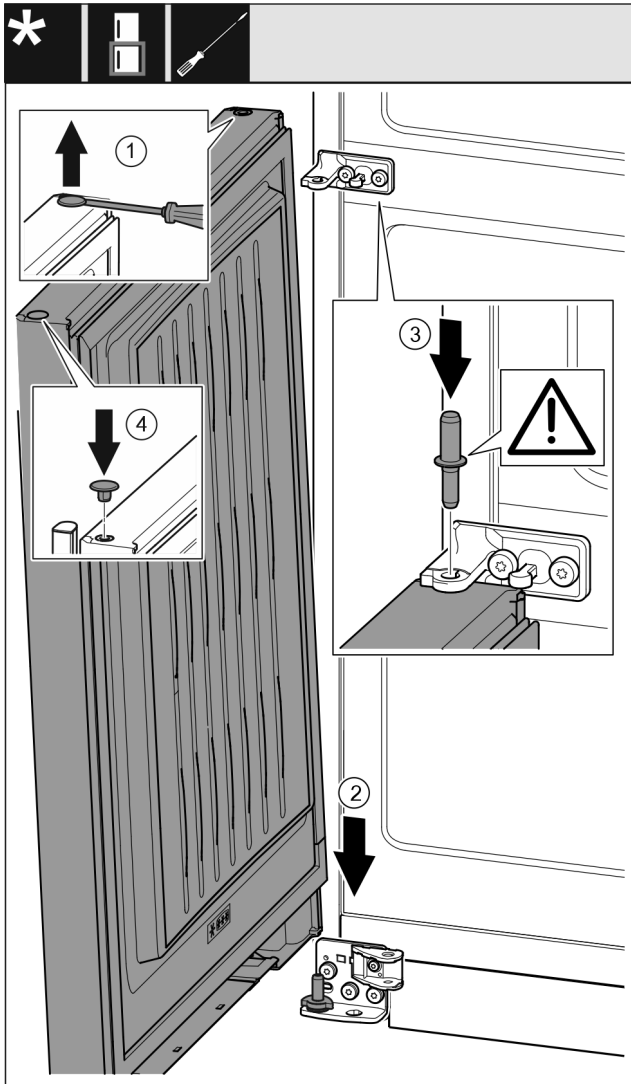

Fig. 41
- Ngrini lart me kujdes tapat me një kaçavidë me kokë petë dhe nxirrini jashtë. Fig. 41 (1)
- Futni derën nga lart mbi kunjin e kapjes nga poshtë. Fig. 41 (2)
- Futni në derën poshtë kunjin e kapjes në mes duke e kaluar përmes bazamentit mbështetës në mes. Këtu bëni kujdes që gungat e kapjes të jetë të kthyera nga poshtë. Fig. 41 (3)
- Vendosni sërish tapat në anën tjetër të derës. Fig. 41 (4)